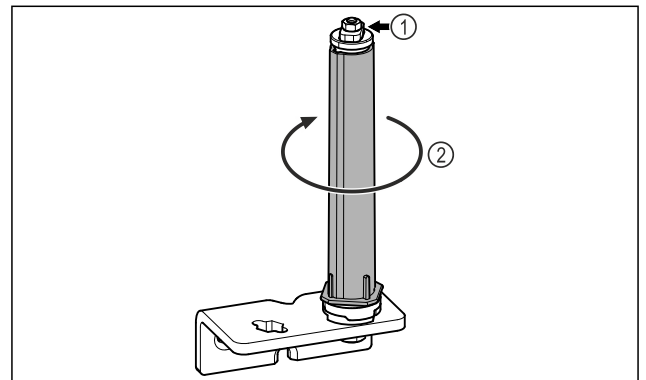

Fig. 23
- ▶ Türschließsystem Fig. 23 (1) nicht zerlegen.
- ▶ Schließsystem Fig. 23 (2) drehen, bis es klickt.